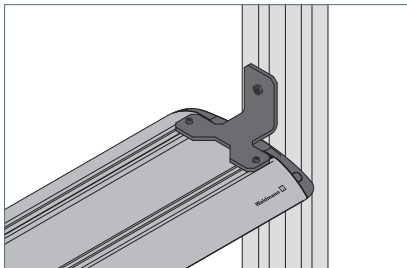

Fig. 13: Leuchte mit Montageart „Seitlich“ montieren.
- Montieren Sie die Leuchte mit einer geeigneten Schraube an die Montagefläche, siehe Fig. 13.